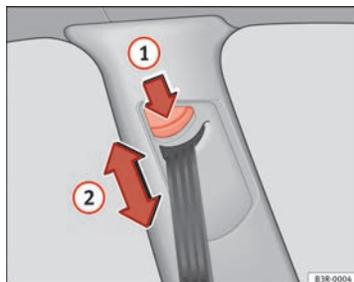

Fig. 16 Ajuste de la altura del cinturón (dispositivo-guía)
- Pulse la tecla ⇒ fig. 16 ① para ajustar la altura del cinturón.
- Desplace el dispositivo-guía hacia arriba o hacia abajo, de modo que la banda del hombro se deslice aproximadamente por el centro del mismo, pero **en ningún caso sobre el cuello** ⇒ fig. 16 ② ⇒ △ en Colocación de la banda del cinturón de la página 25.